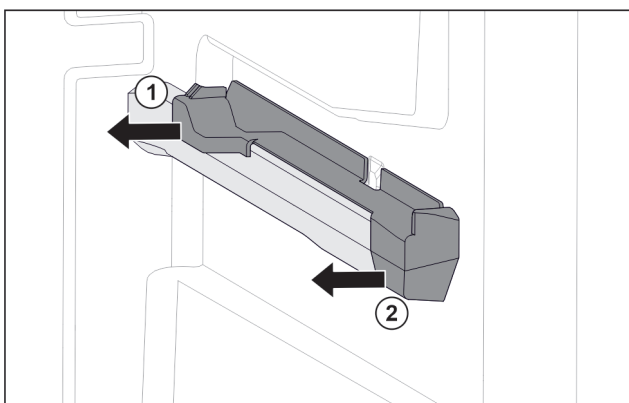

Fig. 146 Aufsteckteil auf der rechten Behälterrippe
- ▶ Aufsteckteil hinten zur Seite abziehen. Fig. 146 (1)
- ▶ Aufsteckteil vorne zur Seite abziehen. Fig. 146 (2)